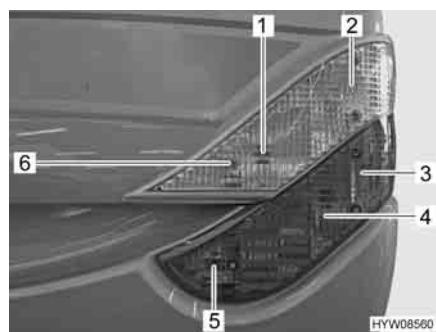

Fig. 176 Luci posteriori (lato anteriore)
- Svitare le sei viti ad esagono cavo (Fig. 176,6)